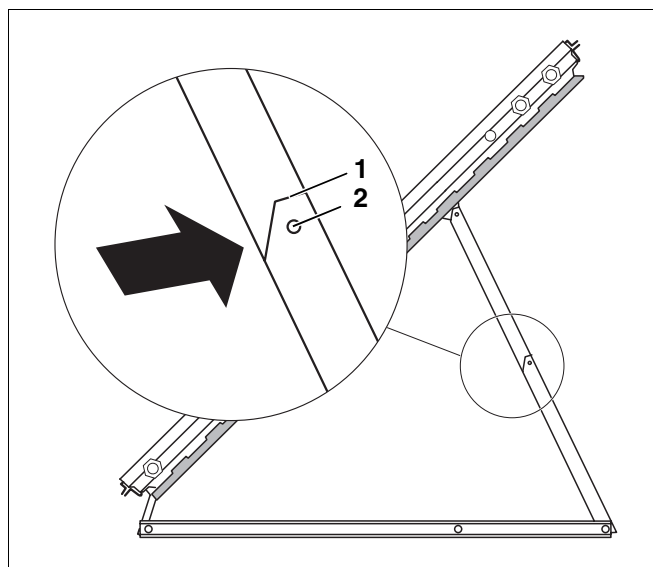

Abb. 19 Kollektorabstützung kürzen
Wenn Sie eine kurze Stütze benötigen, so müssen Sie die im Lieferumfang enthaltenen Kollektorabstützungen an den dafür vorgesehenen Markierungen (vgl. Lupe Abb. 19) der Stützen kürzen.
- Kürzen Sie die Stütze mit einer Metallsäge an den Markierungen (Abb. 19, **Pos. 1**).
- Versetzen Sie anschließend den Kopfstück in die vorgesehene Bohrung (Abb. 19, **Pos. 2**).